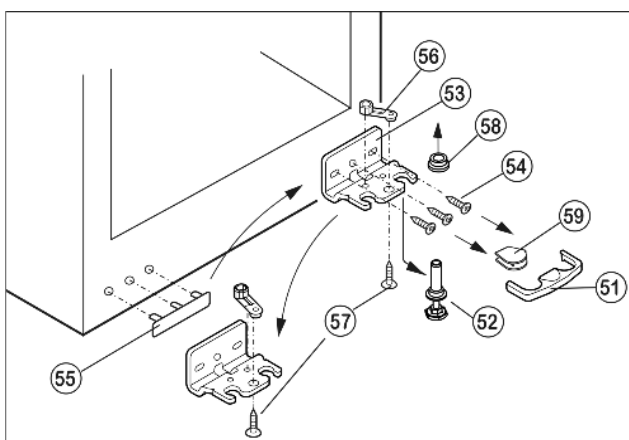

Fig. 16
- ▶ Enlever le dispositif d'arrêt *Fig. 16 (51)* vers l'avant.
- ▶ Enlever le cache *Fig. 16 (59)* en bas.*
- ▶ Visser entièrement le pied réglable *Fig. 16 (52)*.
- ▶ Enlever le pivot *Fig. 16 (52)* vers le bas et vers l'avant. Ce faisant, respecter la douille de charnière *Fig. 16 (58)*.
- ▶ Dévisser le support d'appui *Fig. 16 (53)* (3 x vis Torx 25) *Fig. 16 (54)*.
- ▶ Dévisser l'élément pivotant *Fig. 16 (56)* (1 x vis Torx 25) *Fig. 16 (57)* et le replacer dans le logement opposé de la charnière, puis le revisser.
- ▶ Soulever le cache *Fig. 16 (55)* du côté poignée avec précaution et le déplacer.
- ▶ Revisser le support d'appui *Fig. 16 (53)* sur le nouveau côté charnière en utilisant une visseuse sans fil si nécessaire, avec un couple de serrage de **4 Nm**.
- ▶ Mettre le cache *Fig. 16 (59)* sur le côté opposé.*
- ▶ Le dispositif d'arrêt (51) doit s'enclencher latéralement sur la charnière afin de protéger les pivots d'appui et la porte.
- ▶ Replacer le dispositif d'arrêt (51) sur la charnière.
- ▶ Remettre en place la douille de charnière *Fig. 16 (58)*.